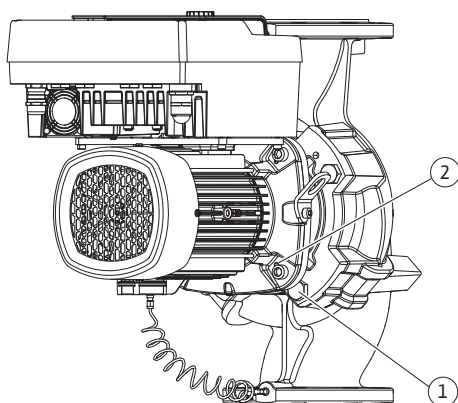

Fig. 104: Ievietojamā moduļa nospiešana, izmantojot vītnes urbumus (DN 100 ... DN 125)
23. Nospiediet ievietojamo moduli no sūkņa korpusa. Šim nolūkam izmantojiet abus vītnes urbumus (skat. Fig. 104, 1. poz.).
33. Ievietojamā moduļa noņemšanai no sūkņa korpusa izmantojiet blakus esošos divus vītnes urbumus (Fig. 104, 1. poz.) un piemērotas skrūves, ko nodrošina pasūtītājs (piemēram, M10 x 25 mm).